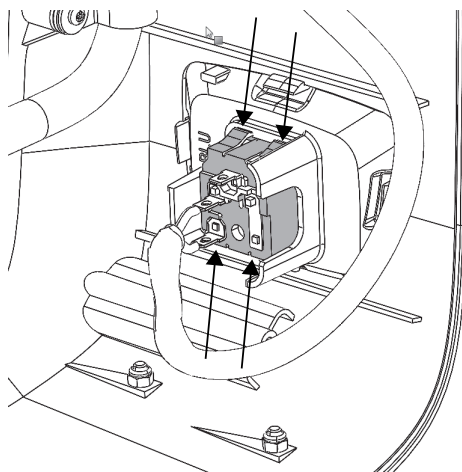

Figure 28 – Languettes de verrouillage
4. À l'aide d'un petit tournevis à fente, enfoncer et abaisser les quatre languettes de verrouillage qui maintiennent l'entrée au capot avant pour retirer l'entrée d'alimentation (Figure 28). Jeter l'entrée d'alimentation.